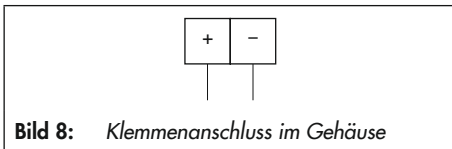

Bild 8: Klemmenanschluss im Gehäuse
- Elektrische Hilfsenergie (V-Spannung) nach Bild 8 anschließen.